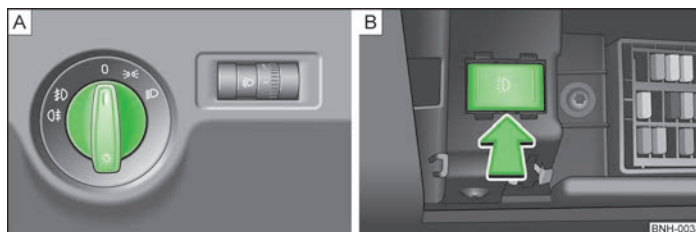

Fig. 18 Cuadro de interruptores: Conmutador de luz/cajón de fusibles: Conmutador para luz de marcha diurna
En los vehículos con **dirección a la derecha**, la disposición de los interruptores se diferencia en parte de la » fig. 18 de la página 34 disposición mostrada. No obstante, los símbolos que marcan las posiciones de los interruptores son iguales.
- Girar el conmutador de luces » fig. 18 - A a la posición »«.
- Girar el conmutador de luces » fig. 18 - A a la posición »D.
- Girar el conmutador de luces » fig. 18 - A a la posición 0.
Girar el conmutador de luces » fig. 18 de la página 34 - **A** a la posición 0.
- » Pulsar la tecla » fig. 18 de la página 34 - **B** a la derecha.
- » Pulsar la tecla » fig. 18 de la página 34 - **B** a la izquierda.
- Girar el conmutador de luces » fig. 18 de la página 34 -  a la posición \Rightarrow y bloquear el vehículo.